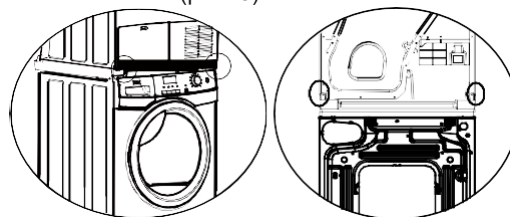

Рис. 3
3. Открутить два винта спереди на передней панели сушильной машины. Установить сушильную машину на направляющие комплекта так, чтобы ножки сушильной машины надежно закрепились в отверстиях направляющих комплекта штабелирования. Затем прикрутить два винта к передней панели и закрепить заднюю часть сушильной машины двумя винтами из комплекта поставки (рис. 3).